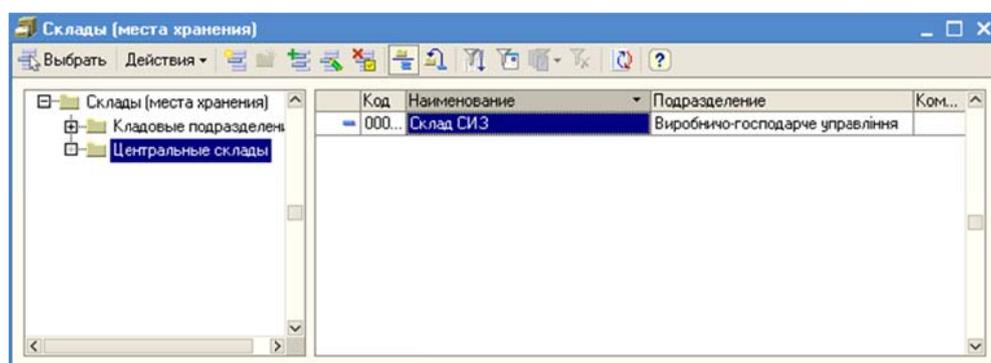

Рисунок 10 – Окно выбора склада - Справочник «Склады (места хранения)»
- Указать центральный склад СИЗ, для чего, в поле «Место хранения», нажать кнопку  и в появившемся окне справочника «Склады (места хранения)» (Рисунок 10), выбрав подгруппу «Центральные склады», выделить «Склад СИЗ» и нажать клавишу «Enter» на клавиатуре.